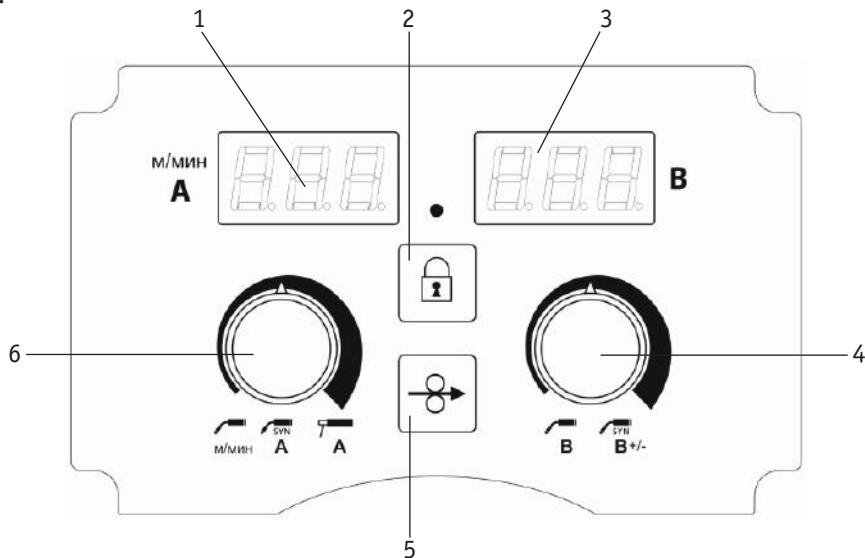

Рис. 7.0.2. Передняя панель механизма подачи проволоки.
- 3. Панель управления (См. рис. 7.0.2).